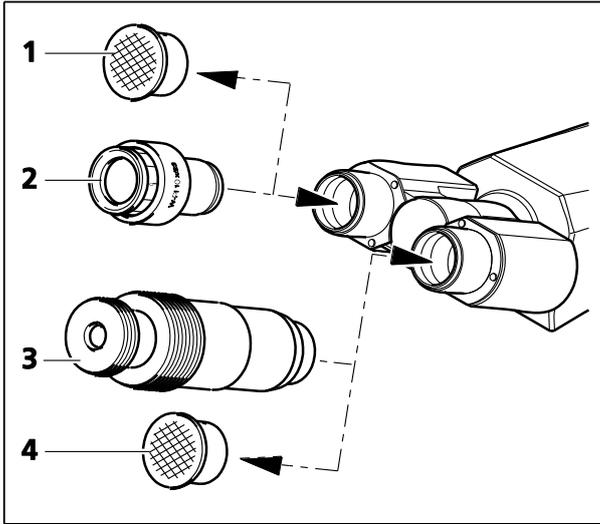

图 3-4 插入目镜
- 从双目镜筒上取下两个防尘盖 (图 3-4/1 和 4)。
- 从容器中取出两个目镜 (图 3-4/2)，再插入双目镜筒，直至插到止动位置。
辅助显微镜 (图 3-4/3) 可替代目镜插入双目镜筒的一个目镜插孔，用于观察孔径光阑、相位止挡和暗场止挡，或用于对中相位止挡和暗场止挡。可调节目镜可用于聚焦这些止挡，并且可以通过拧紧夹紧螺钉来确定相应设置。